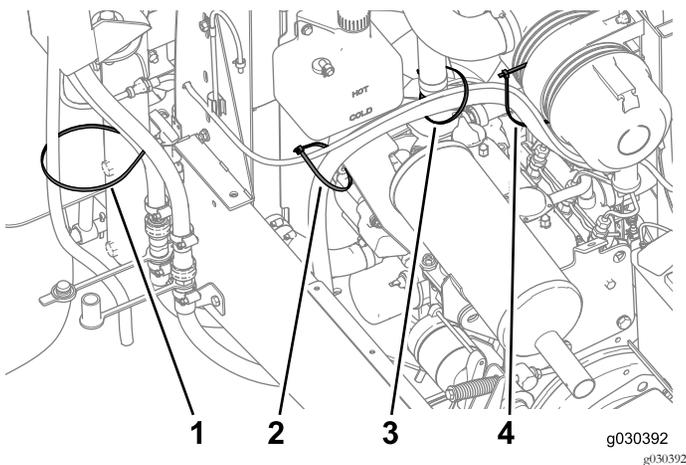
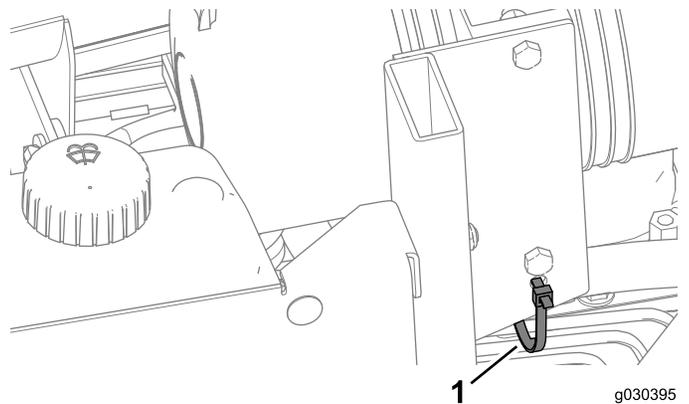

Figura 42
Figura 43
7. Fije las mangueras en su posición con las bridas (Figura 42) y (Figura 43).